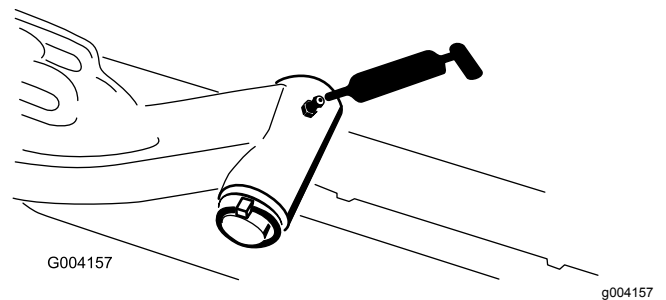

Bild 46
- Hubarmgelenkwelle (1) (Bild 46)